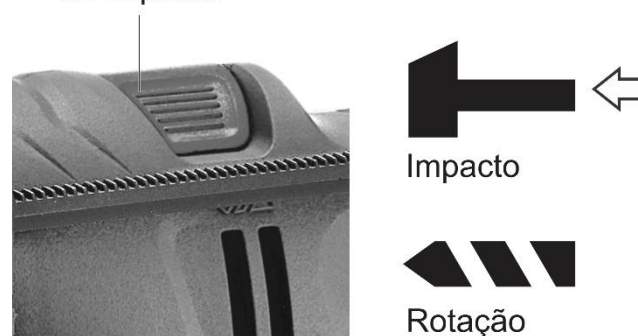

Fig. 10 – Botão de seleção de impacto
- 1) Selecione a opção de impacto da furadeira (Fig.10, item 4.2.6)